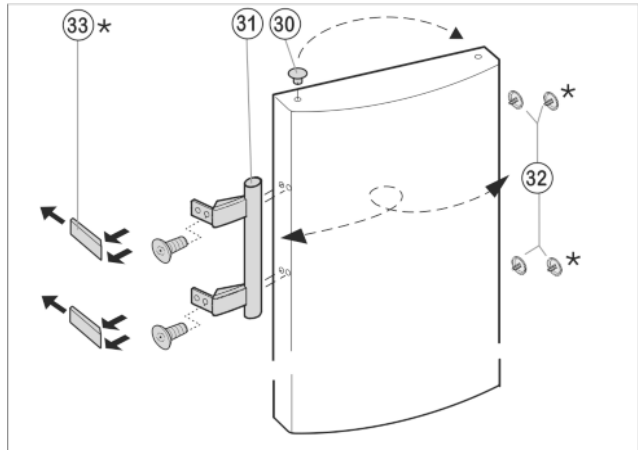

Fig. 8
- ▶ Estrarre il tappo Fig. 8 (30) dall'alloggiamento del supporto della porta e spostare.
- ▶ Smontare la maniglia della porta Fig. 8 (31), il tappo Fig. 8 (32) e le piastre di spinta* Fig. 8 (33) e spostare sul lato opposto.